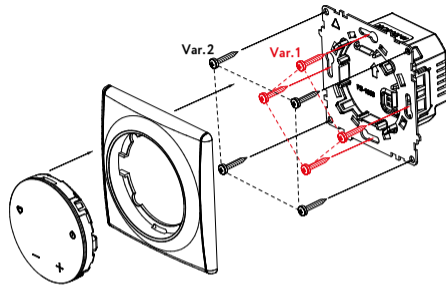

Abb. 6
2. Installieren Sie die Netzteile in der Wandhalterung (Abb. 6).